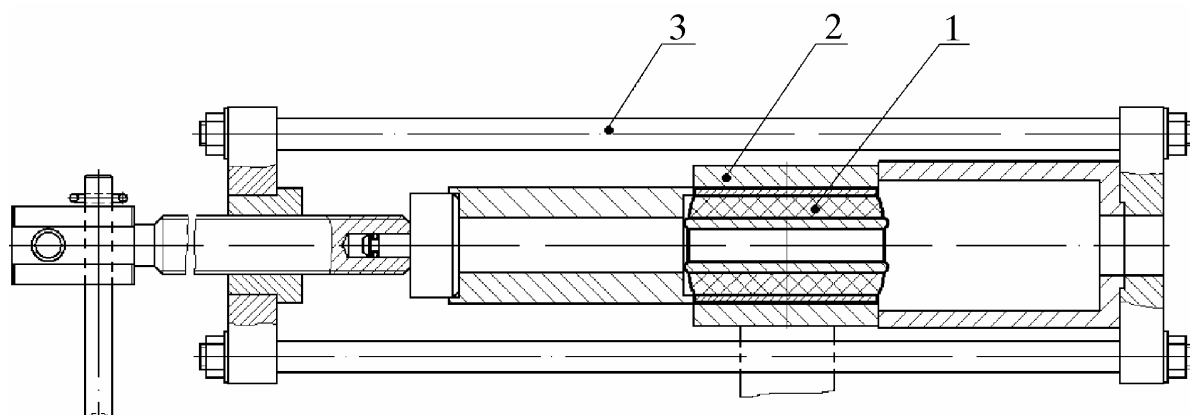

Рис. 5. Выпрессовка резинометаллического шарнира из наконечника штанги стабилизатора:
- 3.1. Приспособление технологическое - для выпрессовки резинометаллических шарниров из наконечников штанги стабилизаторов (рис. 5, 16).
4.4.6.1. Выпрессовать шарнир 1 (рис. 5) из наконечника 2 штанги стабилизатора, как показано на рис. 5 (приспособление технологическое).